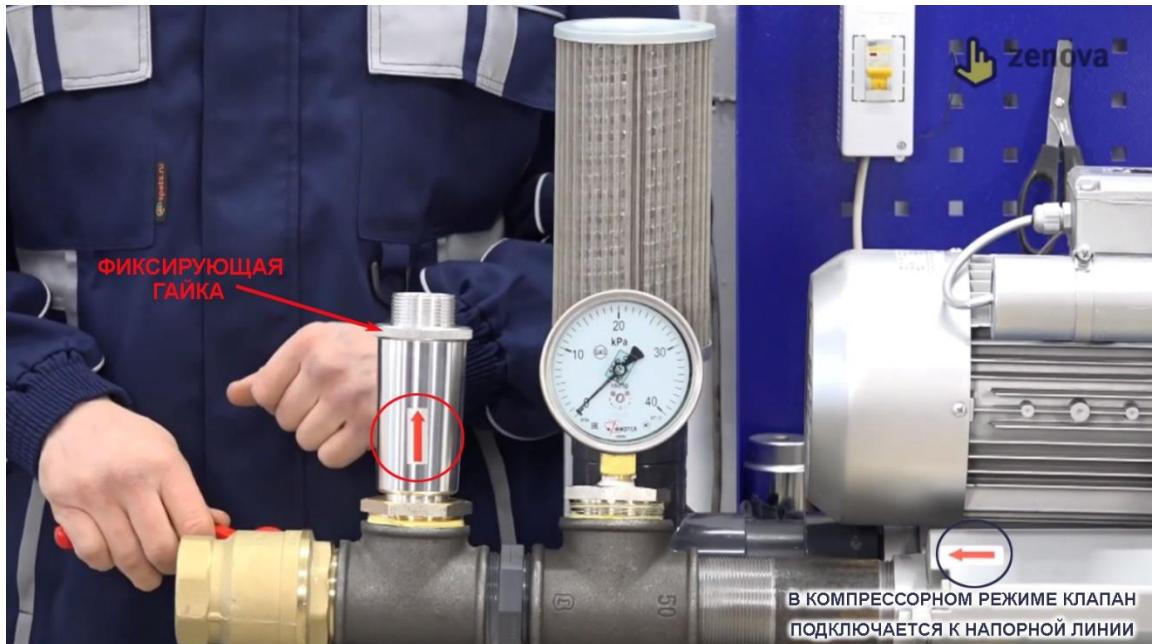

Рис. 3
3. Через тройник подключите клапан к напорной линии. При несовпадении диаметров используйте переходники (футорки). Стрелка на корпусе клапана должна указывать от тройника – то есть в сторону выхода воздуха в атмосферу (см. Рис. 3).
4. Установите выходной кран, он монтируется после манометра и клапана. (см. Рис. 3).